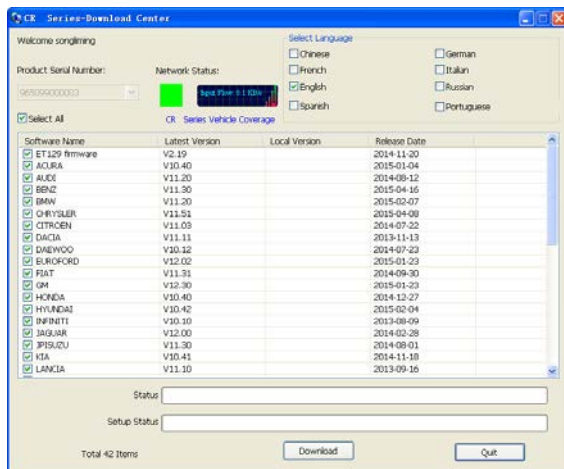

Рис. 7-7
9. Повторно откройте пакет обновлений программ для CR и выберите обновления, которые требуется установить или нажмите кнопку [Select All] (выбрать все), затем нажмите [Download] (загрузить) (рис. 7-7).